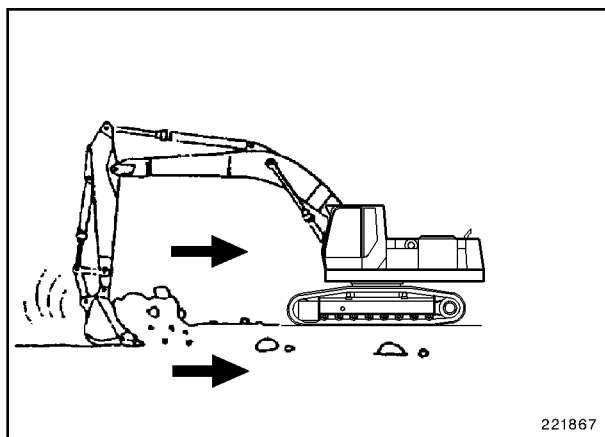

Fig. 3
- Dirigir los dientes de la cuchara en sentido de excavar. Así se reduce la resistencia al excavado, reduciendo al mismo tiempo también el peligro de deteriorar los dientes (Fig. 3).